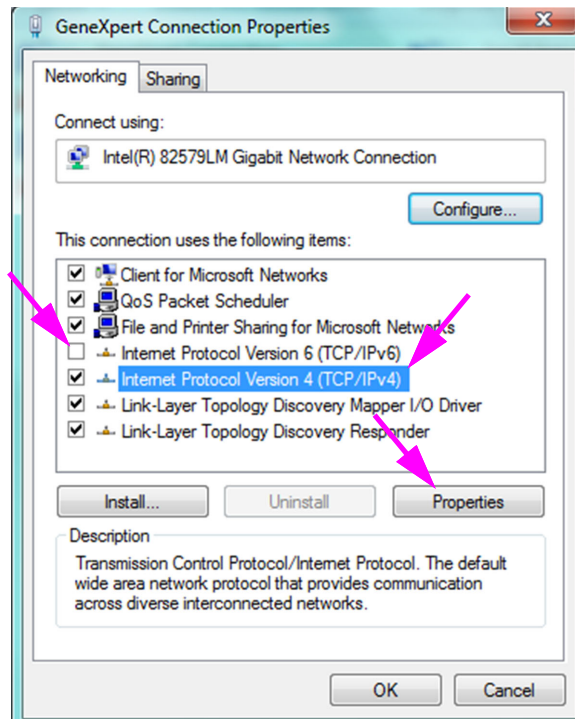

Abbildung 2-42. Bildschirm „GeneXpert Connection Properties“ (Verbindungseigenschaften für GeneXpert)
8. Entfernen Sie auf dem Bildschirm „GeneXpert Connection Properties“ (Verbindungseigenschaften für GeneXpert) (dargestellt in Abbildung 2-42) die Markierung im Kästchen **Internet Protocol Version 6 (TCP/IPv6)** (**Internetprotokoll, Version 6 (TCP/IPv6)**). Markieren Sie **Internet Protocol Version 4 (TCP/IPv4)** (**Internetprotokoll, Version 4 (TCP/IPv4)**) und klicken Sie anschließend auf **Properties (Eigenschaften)**. Der Bildschirm „Internet Protocol Version 4 (TCP/IPv4) Properties“ (Internetprotokoll, Version 4 (TCP/IPv4) – Eigenschaften) wird angezeigt.